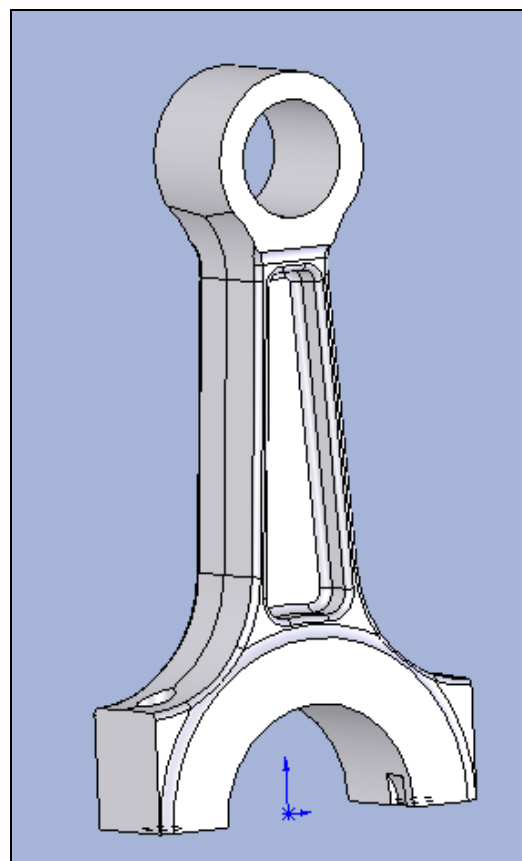

Рис. 6.1. Геометрическая модель шатуна
1. Запустите программу SolidWorks, загрузите или постройте модель шатуна без крышки (рис. 6.1).